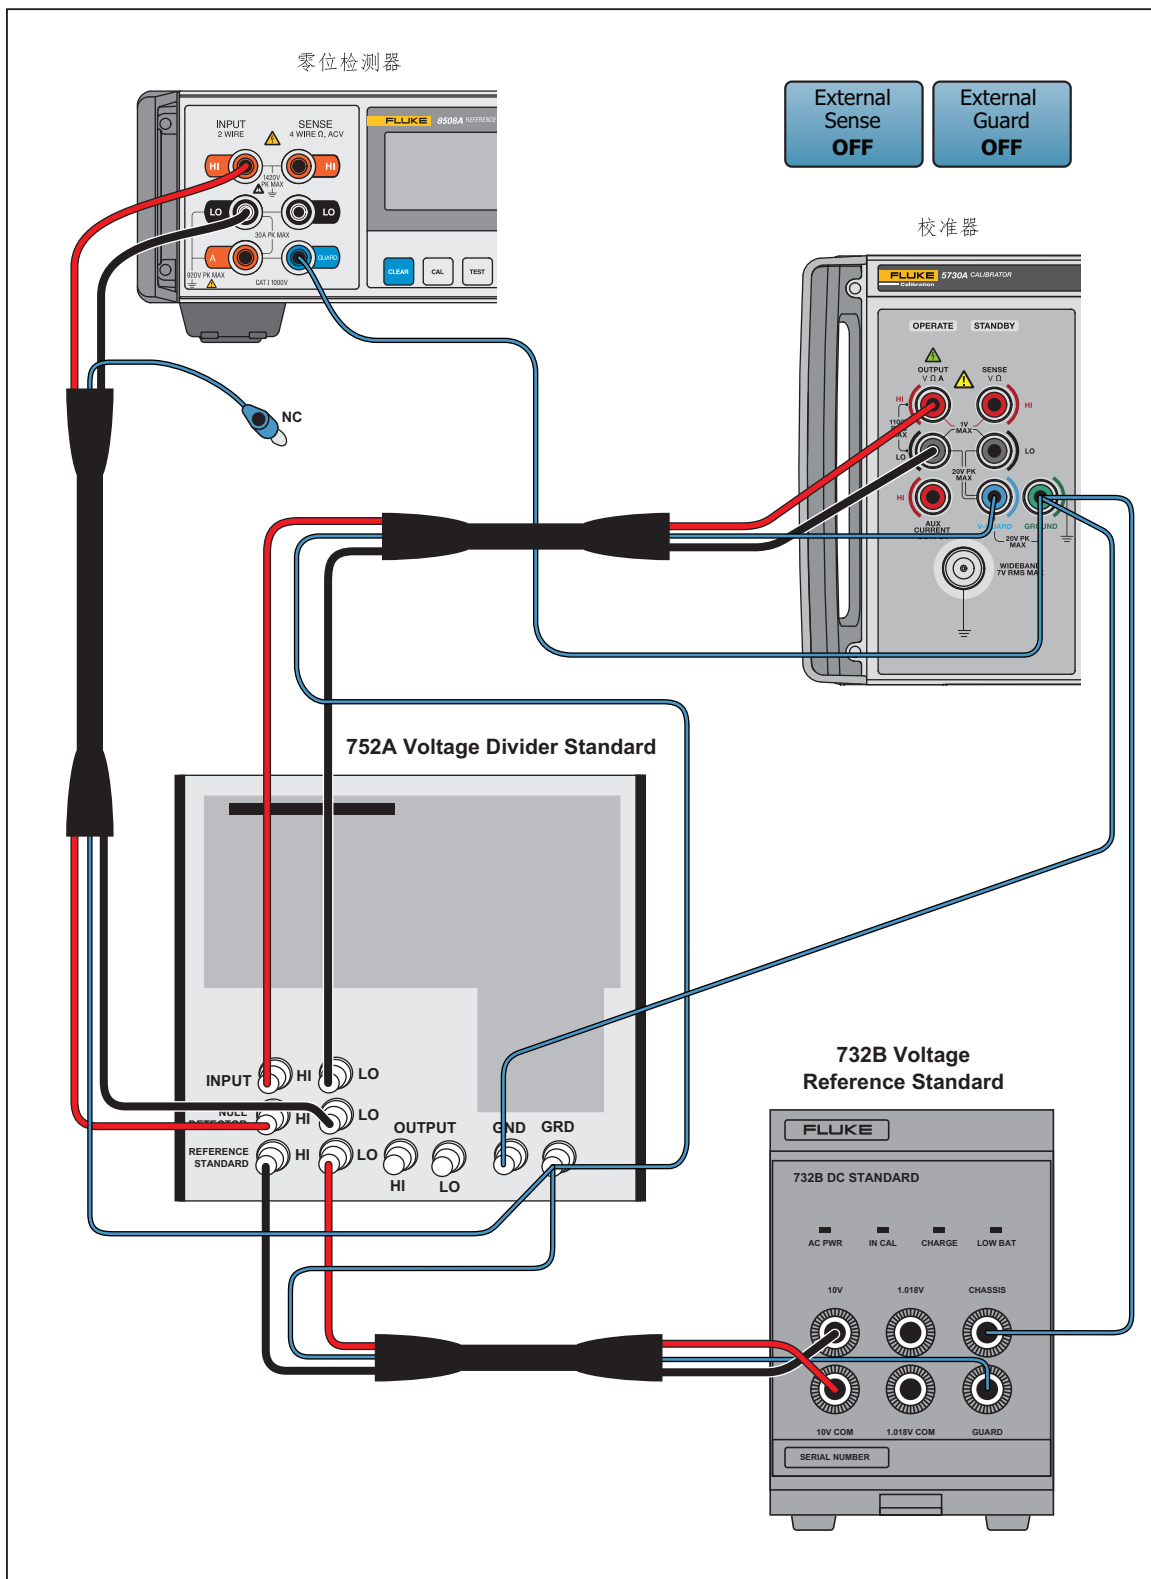

图 7-6. 220 V 直流量程校准连接
- 如图 7-6 所示，在 10:1 配置中连接 732B、8508A（零位检测器）和 752B。